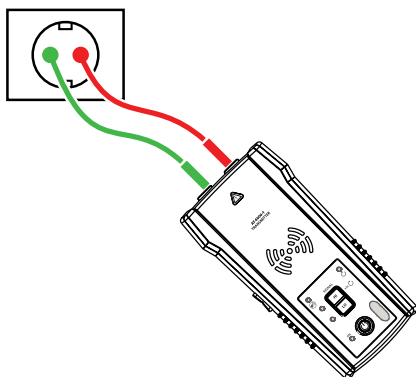

Figura 3.2a
3. Conecte los terminales de prueba rojo y verde a los cables de línea/fase y neutros del mismo receptáculo o cable (consulte la Figura 3.2a).